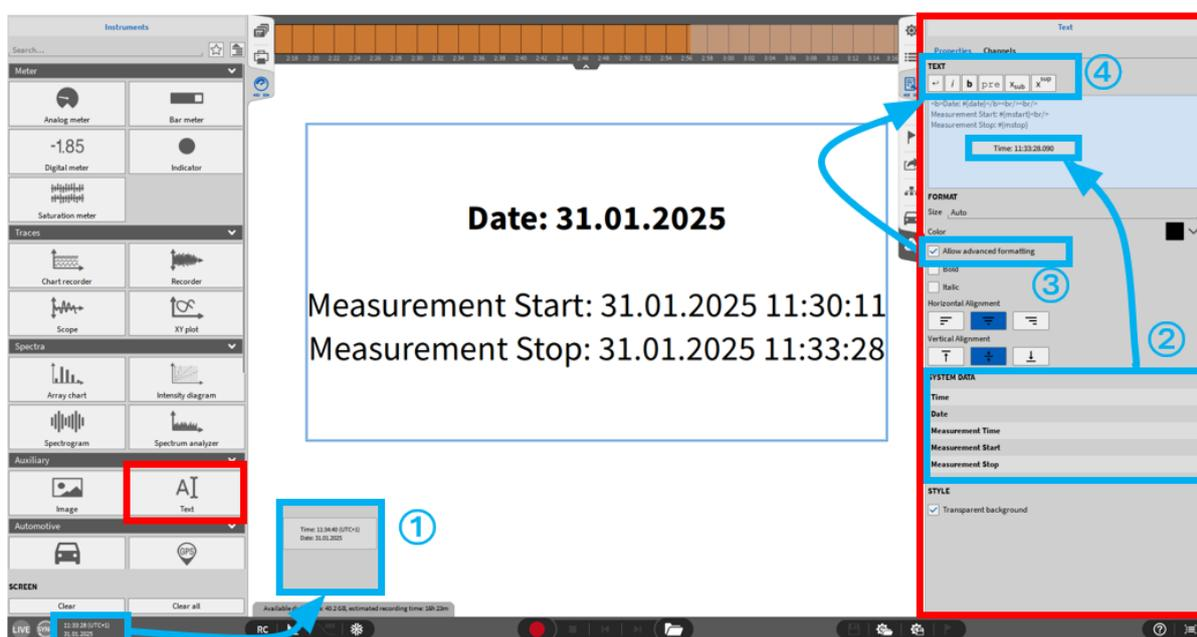

Abb. 8.34: Textinstrument - Übersicht
die horizontale und vertikale Ausrichtung geändert werden. Die erweiterten Textformatierungsoptionen (siehe ④ in Abb. 8.34) zur Formatierung nur bestimmter Wörter oder Zeichen anstelle des gesamten Textes, muss über das Kontrollkästchen (siehe ③ in Abb. 8.34) aktiviert werden.
1. Am Messbildschirm kann direkt die Zeit- und Datumsanzeige via Drag'n'Drop auf den Messbildschirm gezogen werden (siehe ① in Abb. 8.34). Dabei entsteht eine Textbox mit der entsprechenden Anzeige.
2. In den Instrumenteneigenschaften kann die Zeit, Datum oder Messzeit wiederum via Drag'n'Drop in das Textfeld gezogen werden (siehe ② in Abb. 8.34) oder auch durch einen Doppelklick hinzugefügt werden.